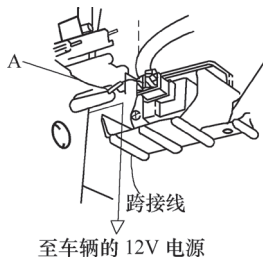

图 5-148 将 4P 插接器 1 号端子拆出
3) 如图 5-148 所示，小心地拆下 4P 插接器上的 1 号端子 (A) (蓝/黄) 的锁耳，然后拆出这个端子，让它和车身搭铁绝缘。
5) 如图 5-148 所示，使用跨接线，给功率晶体管插接器的 1 号孔提供 12V 电压。